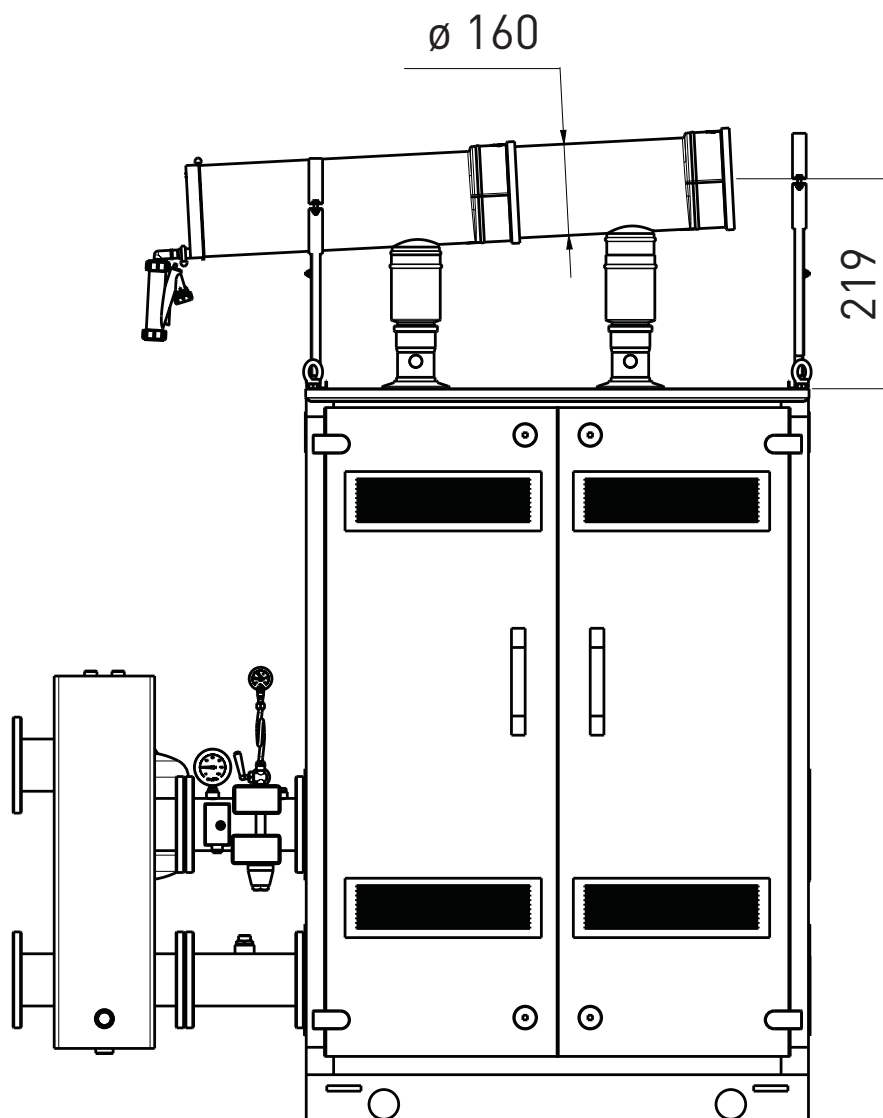

Рис. 6
2.7 НАБОР КОЛЛЕКТОРА ДЫМОВ ДЛЯ ВНУТРЕННЕЙ УСТАНОВКИ (рис. 6)
Для этого типа установки руководствоваться рис. 6. Указанные решения оснащены коллектором дымов (необходимо заказы-